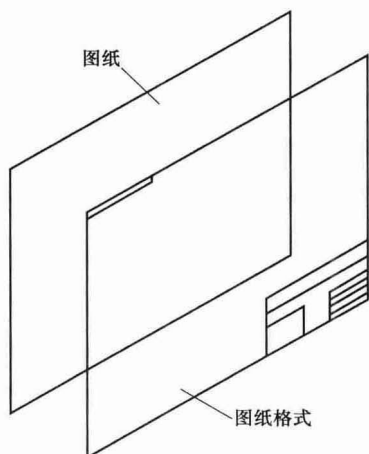

图 1-6 图纸和图纸格式
2. 图纸格式 图纸格式包括边框、标题栏和必要的文字。图纸和图纸格式如图 1-6 所示。